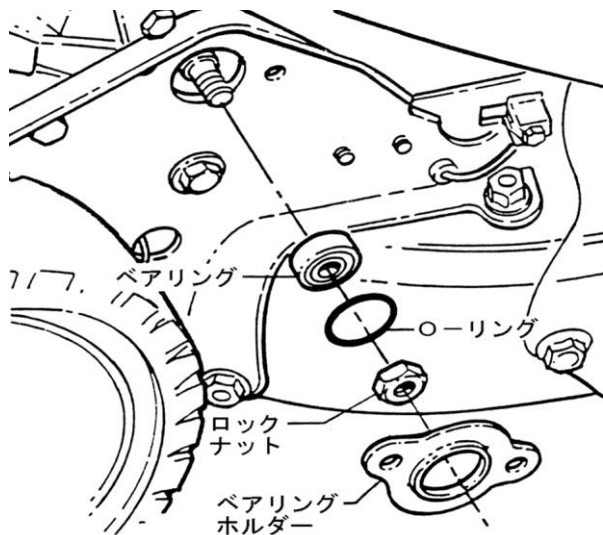

図6-13
⑥ 六角シャフトプリーのベアリングの交換
2. 9/16 インチのスパナでロックナットを外します。(図6-13)